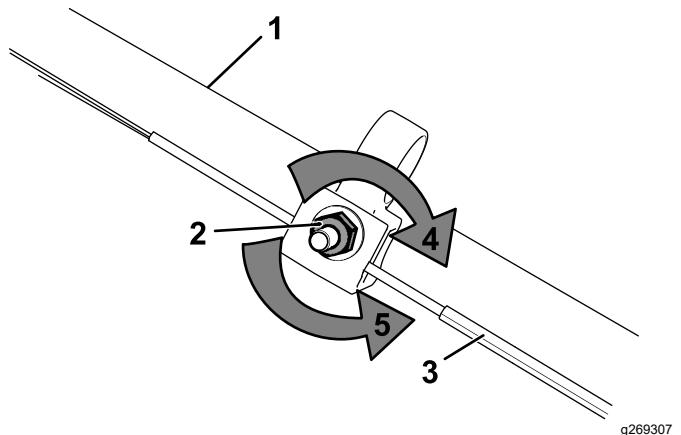

Figura 27
1. Rode a porca de ajuste no sentido contrário ao dos ponteiros do relógio para folgar o ajuste do cabo (Figura 27).
2. Ajuste a tensão do cabo (Figura 27) puxando-o para trás ou empurrando-o para a frente e mantendo a posição.